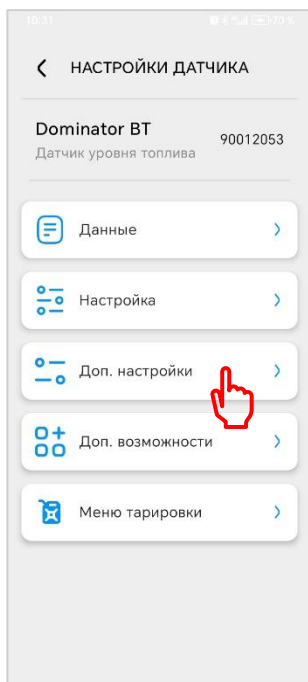

Рис. 5.21
- Перейдите из главного меню в «Доп. настройки» (рис. 5.21)